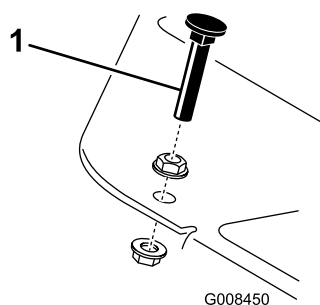

Figura 44
Carregue no pedal de tração. Se o pedal entrara em contacto com o batente (Figura 44) antes de se sentir tensão no cabo, é necessário efetuar um ajuste:
1. Desaperte as porcas de bloqueio de cabeça de flange que fixam o batente do pedal à placa inferior (Figura 44).